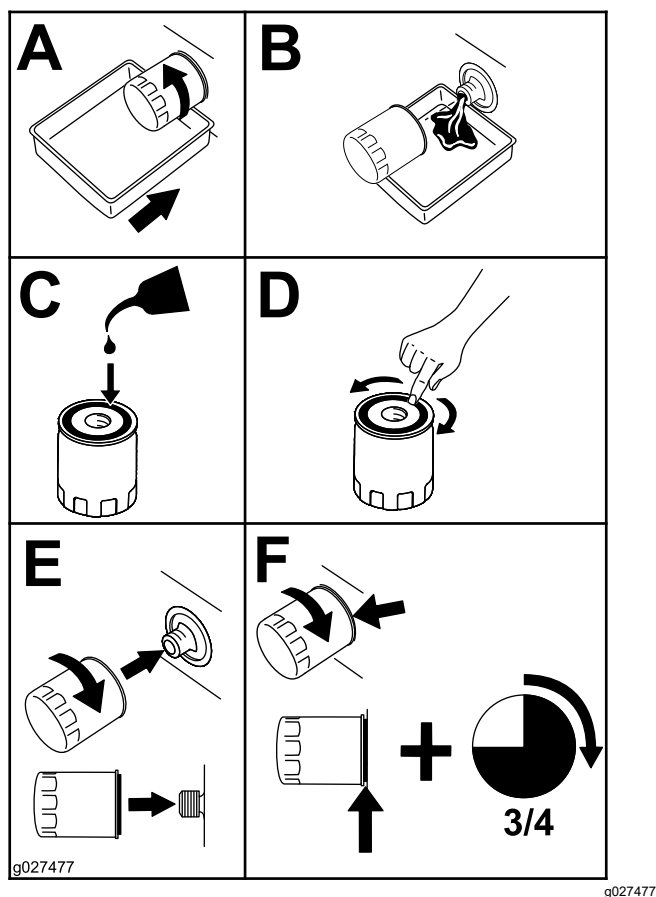

Figure 38
5. Remplacez le filtre à huile moteur (Figure 38).